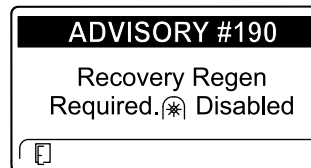

Figura 52
- Recovery regen required (Es necesaria una regeneración de recuperación) ADVISORY #190 (Aviso n.º 190) (Figura 52)